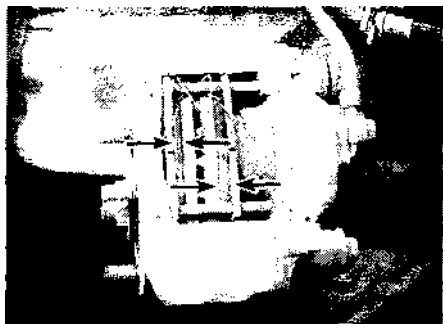

Рис. 10.6. Измерьте толщину обеих колодок
- 6 В каждом суппорте имеются две колодки - наружная и внутренняя. Колодки видны снаружи (см. рис. 10.6).